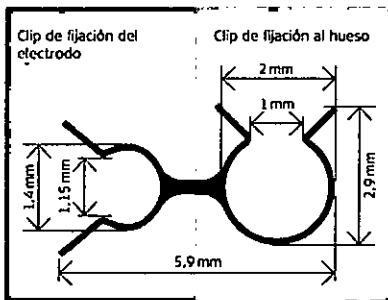

Fig. 4 Fixation Clip
El Fixation Clip es un dispositivo pasivo de implantación no reutilizable y de larga duración que se instala durante la cirugía del implante coclear de MED-EL. El Fixation Clip tiene dos aberturas. La abertura grande es el clip de fijación al hueso, y la pequeña es el clip de fijación del electrodo (véase la fig. 4).
- El grosor del puente óseo debe seleccionarse de acuerdo con el tamaño del clip de fijación al hueso (se recomienda entre 1 y 2 mm) (véase la fig. 4).
- Las aberturas no tienen el mismo tamaño. La abertura grande del Fixation Clip se corresponde al clip de fijación al hueso, y la pequeña al clip de fijación para el electrodo (véase la fig. 4).